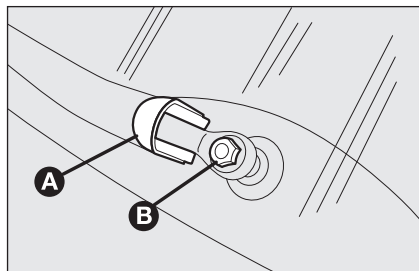

fig. 17
- ☐ soulever la couverture **A**-fig. 17 et démonter le bras de la voiture, en dévissant l'écrou **B** qui le fixe au pignon de rotation;